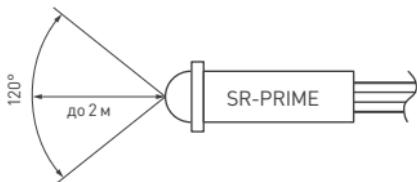

Рисунок 3. Установка датчика SR-PRIME MOTION
- ↗ Датчик MOTION монтируется в подходящем месте с учетом зоны срабатывания [рис. 3]. Свет будет включаться при обнаружении движения в зоне действия датчика и выключаться примерно через 40 секунд после прекращения движения.